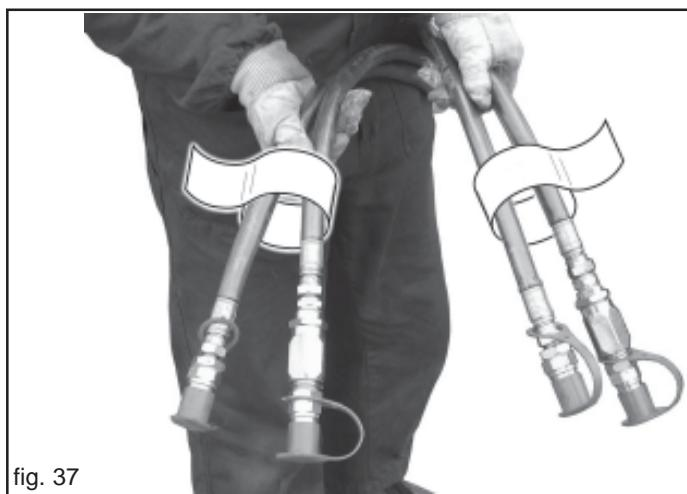

fig. 37
- 4) Raccorder correctement les tuyaux oléohydrauliques aux distributeurs du tracteur, en suivant l'indication figurant sur chaque tuyau (Fig. 37).